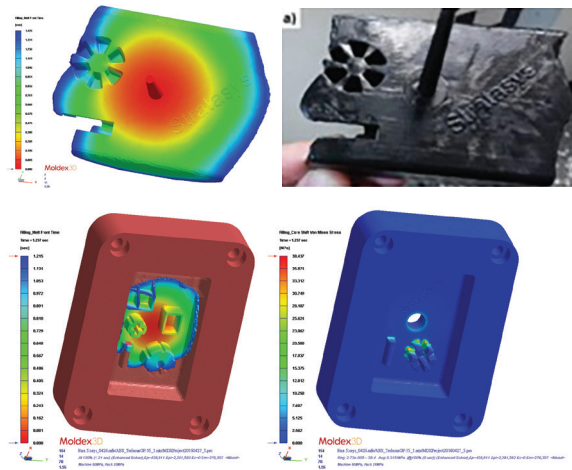
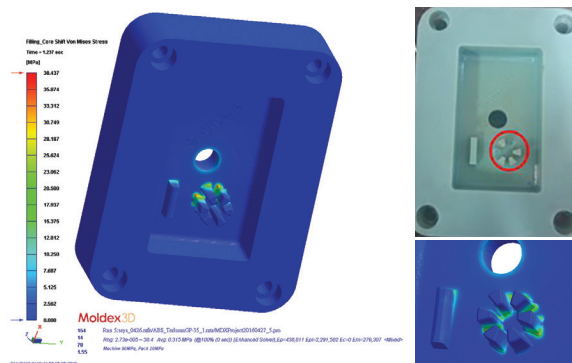

図7 - 流れの挙動は、タワー周辺の不均衡な流れを示し、それに対応するフォンミーゼス応力の結果を導く
図8 - タワーは2つの根元で応力が大きくなっており、実部での破壊の原因となる可能性があることがわかる
1.24秒のメルトフロントのシミュレーションと実際の成形のショートショットの比較(図7)は、Moldex3Dを使用して3DPIM内部の流動挙動を評価できることが可能であることを実証しています。タワーの根元には、タワーの周りの不均衡な流れによって高いフォンミーゼス応力がかかっており、より大きな応力が加わっていることを意味し、容易に破壊につながる可能性があります。実際の成形でも、同じ位置でタワーが折れていることがよくわかります(図8)。